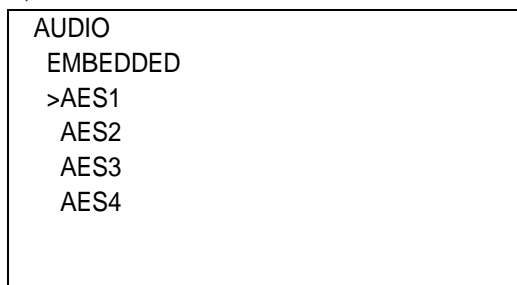

図4-34 オンスクリーンメニュー (EMBEDDED例)
- 1) AUDIOメニューで「EMBEDDED」を選択し、**ENTER**ボタンを押すと図4-34のような設定メニューが表示されます。